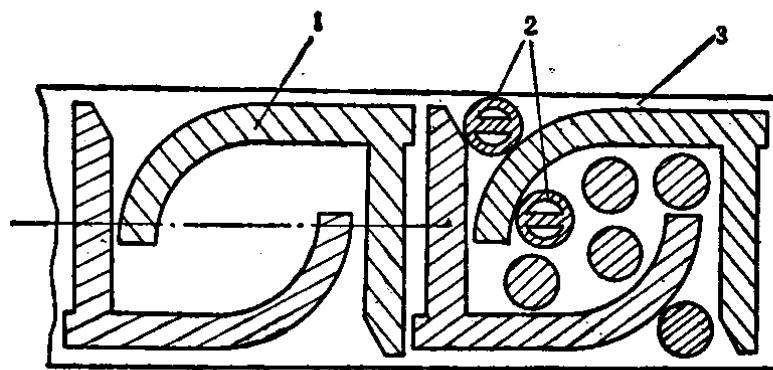

图1-1 钳口冲片排样图
1. 节省原材料，并且材料的利用率较高。冷冲压生产，不仅能努力做到少废料和无废料生产，而且即使某些情况下有边角余料，也可以充分利用它，使之不至造成浪费。如图 1-1 所示是冲制钳型电流电压表钳口互感器的冲片排样图。